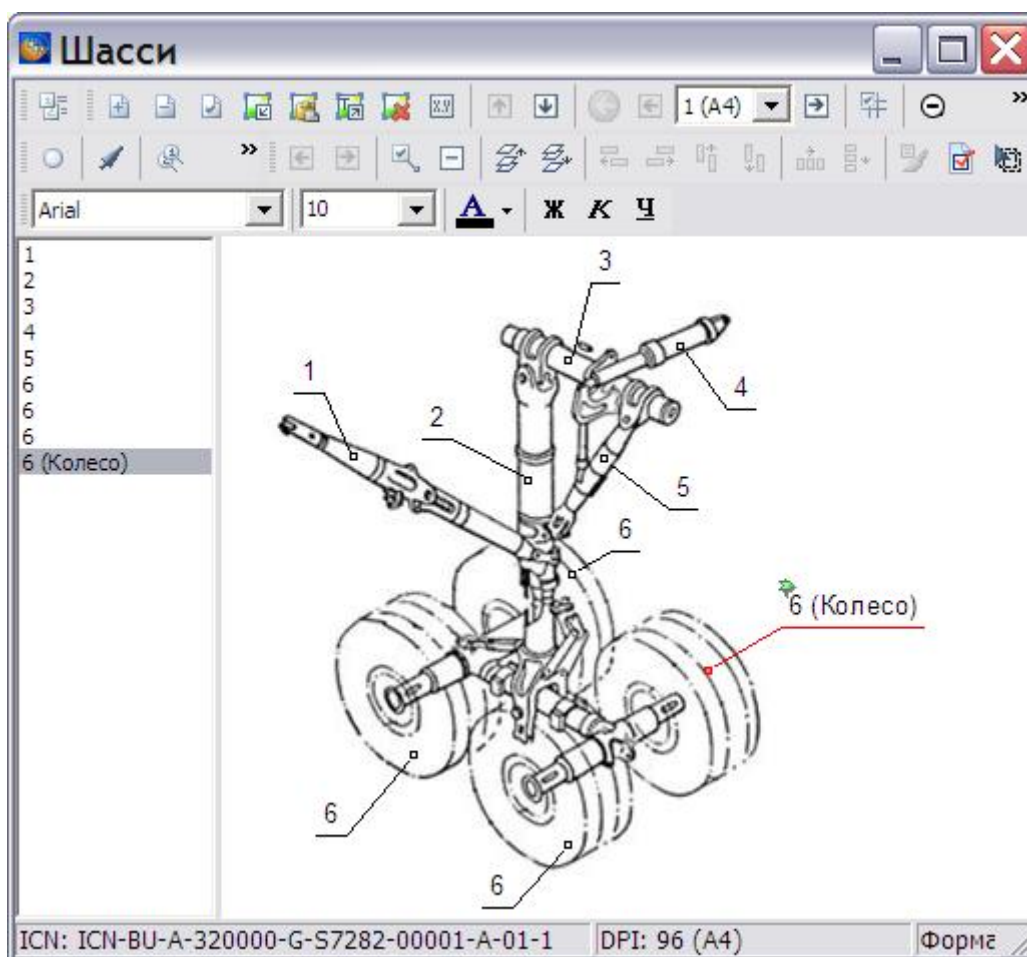

Рис. 5.144
6. Нажмите на кнопку **Применить свойства**. После этого произойдет возврат в окно **Редактора иллюстраций**. Выноска со ссылкой на лист иллюстрации помечена значком ссылки (Рис. 5.144).